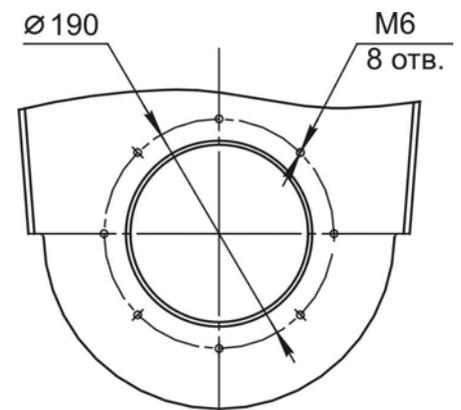

Рис. 2.2
2.3. Габаритные и присоединительные размеры вытяжной катушки SER-P при ведены на рис. 2.1, рис. 2.2 и в таблице 2.2.